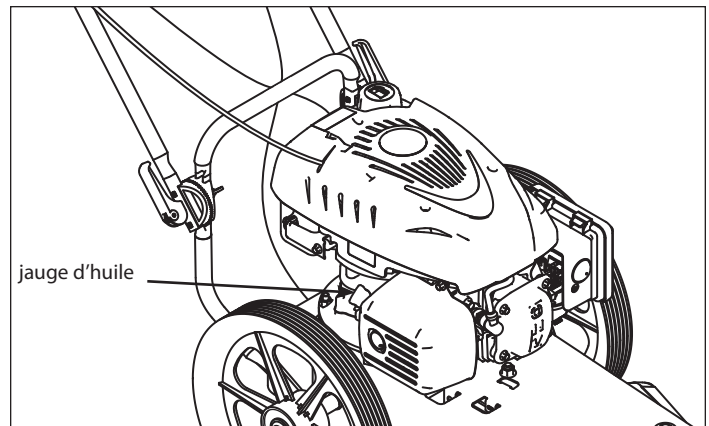

FIGURE 8 : Emplacement de la jauge d'huile
2. Retirer la jauge d'huile et, avec précaution, incliner le moteur du côté de la jauge afin de vider l'huile par l'orifice de remplissage. Vider l'huile dans un bidon d'huile approprié puis éliminer l'huile comme il se doit. **VOIR FIGURE 8.**